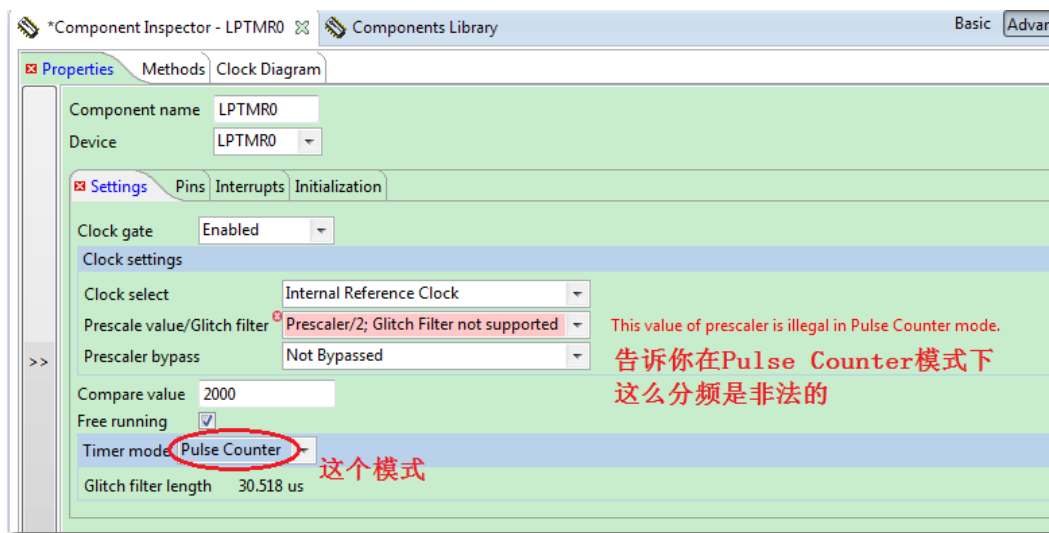

图 130 PE 的出错提示
- 首先，图形化的配置界面虽然简单，但是并不是可以随心所欲的配置，模块本身有自己的一套工作流程，不同的bit位之间可能会存在关联，因此有可能出现配置冲突。如果用户是手动输入的代码，则很难发现对这种bit位赋值错误；如果是用PE进行配置，就会自动提示报错，如图130所示。